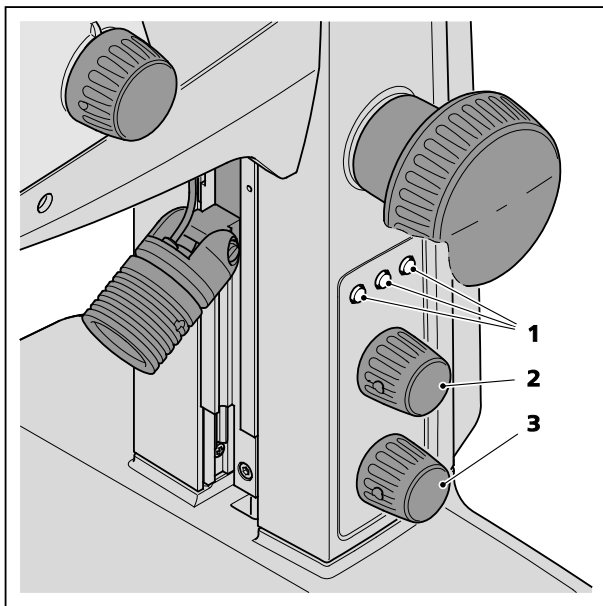

Fig. 6 Manejo de las teclas de memoria
El estativo M LED posee tres teclas de memoria (Fig. 6/1) que sirven para memorizar diversas condiciones de iluminación y posibilitar la conmutación rápida entre diferentes iluminaciones episcópicas, diascópicas y mixtas.
- Encender las iluminaciones deseadas (episcópicas y/o diascópicas) pulsando el botón giratorio superior (Fig. 6/2) o el botón giratorio inferior (Fig. 6/3).
- Ajustar la intensidad de iluminación episcópica / diascópica girando el botón giratorio superior (Fig. 6/2) o el botón giratorio inferior (Fig. 6/3).
- Mantener pulsada la tecla de memoria deseada (Fig. 6/1) durante tres segundos. Una vez concluida la memorización se encenderán las tres teclas.